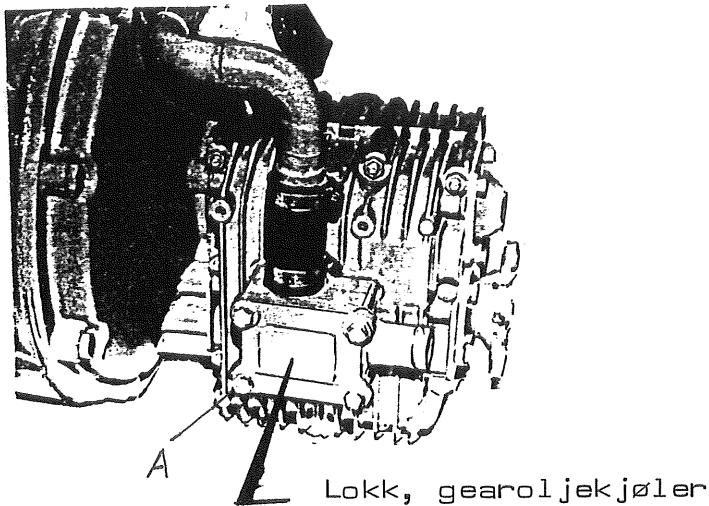

Fig. 43
2. Fra gearoljekjøleren på Hurth gear type HBW-250 tappes vannet ved å løse litt på lokkskruene "A" fig. 43. Skru fast lokket igjen.